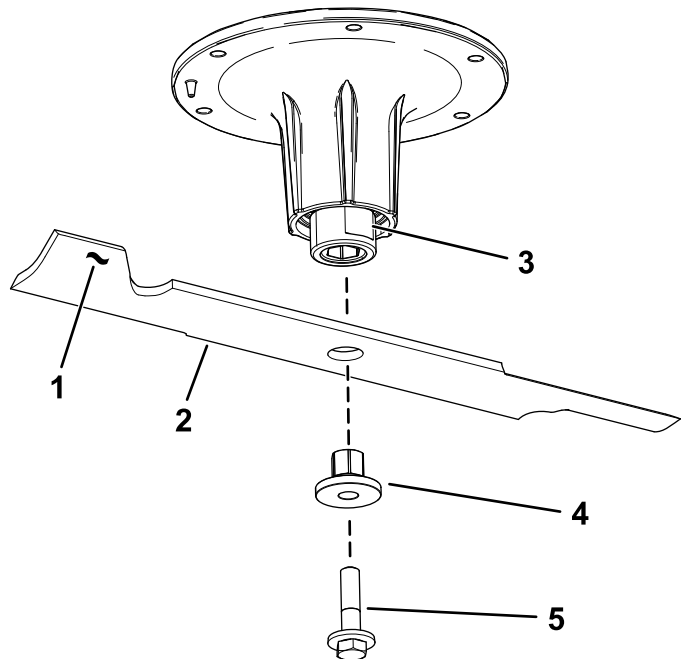

Figure 92
2. Retirez le boulon, la douille et la lame de l'axe de pivot (Figure 92).